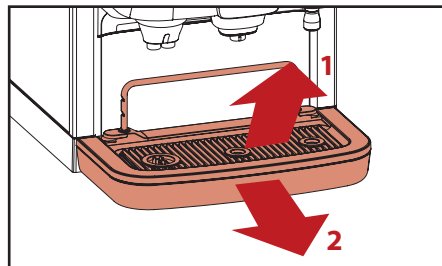

Fig. 5.3 - Verwijder koppenplateau & lekbak
2. Verwijder het koppenplateau door deze van de houder af te halen (fig 5.3, 1).
3. Verwijder de lekbak (fig 5.3, 2).